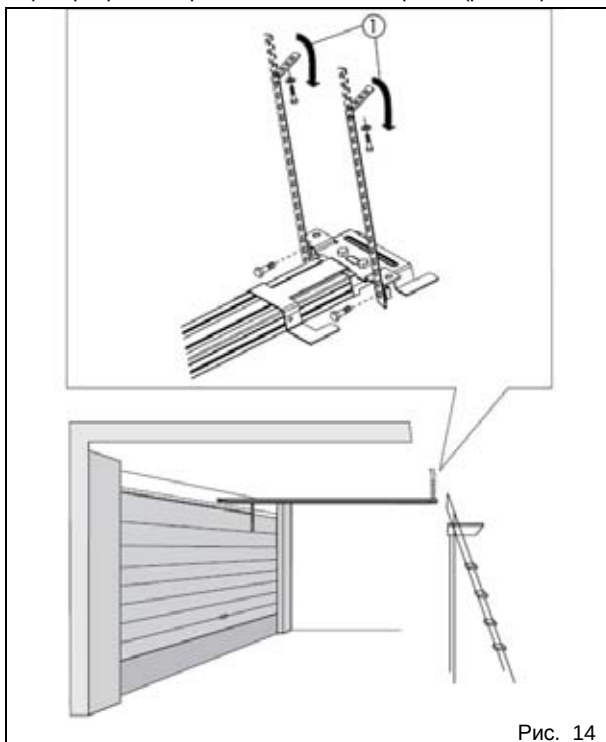

Рис. 14
- 11) Зафиксировав планки на заднем креплении, направляющий профиль ставят на место (рис. 14).